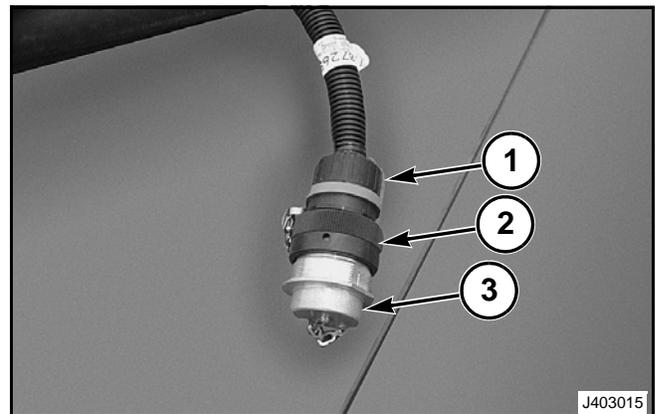

FIG. 10
FIG. 10: Quite las tapas protectoras del enchufe del mazo de cables eléctricos del cabezal (1) y de la toma del tractor. Conecte el enchufe del mazo de cables del cabezal en la toma del tractor. Gire el anillo de traba (2) hacia la derecha para fijar firmemente los conectores.